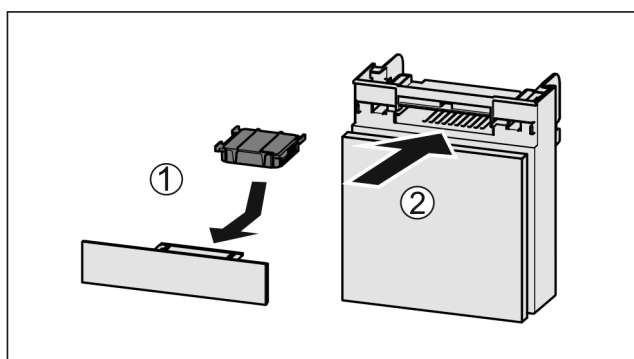

Fig. 123
- ▶ Umetnite filter s aktivnim ugljenom kao što je prikazano na slici Fig. 123 (1).
- ▶ Umetnite pretinac Fig. 123 (2).